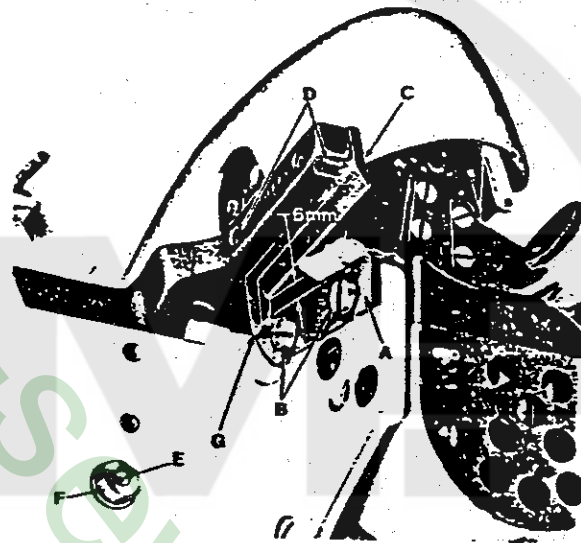

Fig. 3
To change lower knife (A, Fig. 3) loosen screws (B, Fig. 3) and remove knife. Slip-on replacement knife as far as it will go and retighten screws (B).
To change upper knife (C, Fig. 3) unscrew screws (D, Fig. 3), replace knife and fasten screws (D).
NOTE: The opening between upper and lower knife should be set to approx. 6 millimeters as shown in Fig. 3. This can be accomplished by loosening nut (F, Fig. 3) and setting stop screw (E, Fig. 3) inside the solenoid housing accordingly. Make sure that the pilot (G) of the upper knife overlaps the lower knife sufficiently. Relock stop screw (E) with nut (F).
Zum Wechseln des Untermessers (A, Fig. 3) lösen Sie die Schrauben (B, Fig. 3) und entfernen das Messer. Schieben Sie das Ersatzmesser bis zum Anschlag auf und ziehen Sie die Schrauben (B) wieder an.
Zum Wechseln des Obermessers (C, Fig. 3) drehen Sie die Schrauben (D, Fig. 3) heraus, ersetzen das Messer und befestigen es mit den Schrauben (D).
BEACHTEN SIE: Die Öffnung zwischen Ober- und Untermesser soll auf etwa 6 mm eingestellt werden, wie in Fig. 3 gezeigt. Dazu löst man die Mutter (F, Fig. 3) und stellt die Anschlagsschraube (E, Fig. 3) im Magnetgehäuse entsprechend ein. Der Führungzapfen (G) des Obermessers muß dabei das Untermesser noch genügend überlappen. Sichern Sie die Anschlagsschraube (E) mit der Mutter (F).